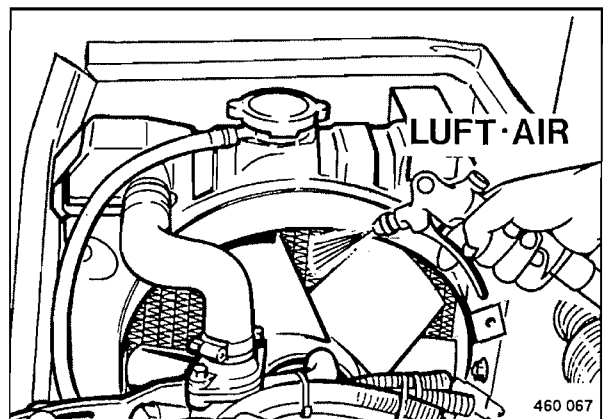

Fig. 103
- Limpiar el radiador del líquido refrigerante (Fig. 103) soplando con aire comprimido desde el lado del aire de salida.